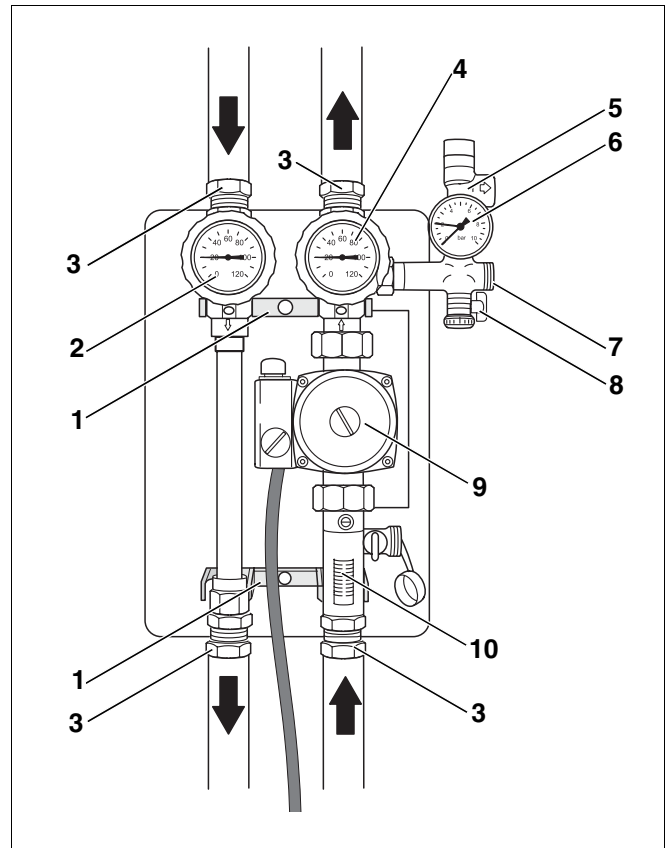

Fig. 1 Estación solar (para un consumidor)
- dos llaves esféricas (fig. 1, **pos. 2 y 4**) con termómetros integrados e indicación para la lectura directa en la estación solar.
- un grupo de seguridad (fig. 1, **pos. 5**, suministrado por separado) que protege el circuito solar. La válvula de seguridad y el manómetro (fig. 1, **pos. 6**) están integrados en el grupo de seguridad.
- una bomba de circulación (fig. 1, **pos. 9**).
- un limitador de caudal con llave de cierre (fig. 1, **pos. 10**).
El líquido portador de calor circula a través de la bomba de circulación (fig. 1, **pos. 9**) integrada en la estación solar.